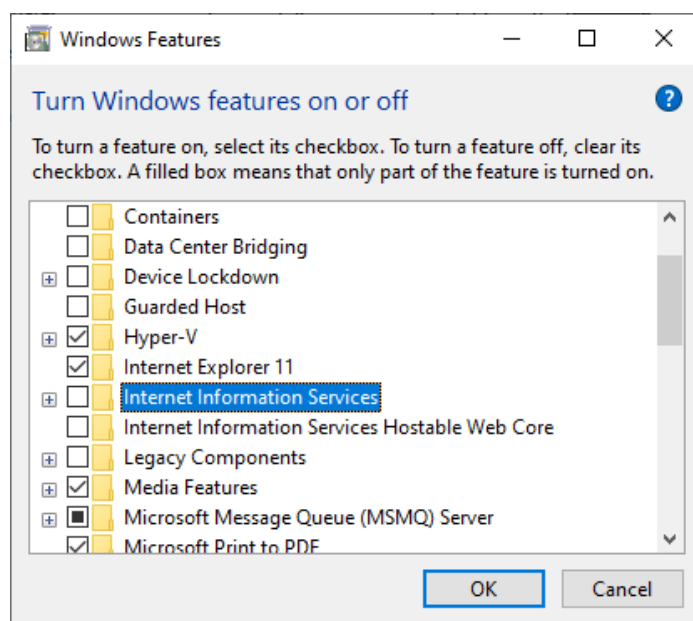

Figure 28 Sélectionnez Internet Information Services
4. Mettez en surbrillance et sélectionnez **Internet Information Services** (voir la Figure 28).